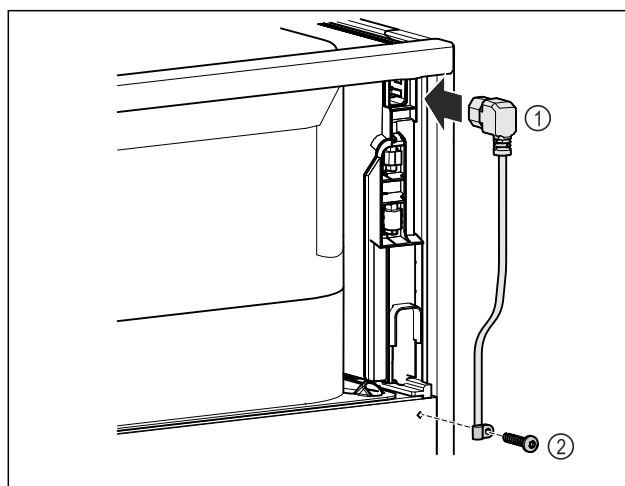

Fig. 9
- Kaltgerätebuchse der Netzanschlussleitung Fig. 9 (1) auf der Rückseite des Gerätes einstecken.
- Zugentlastung montieren. Fig. 9 (2)